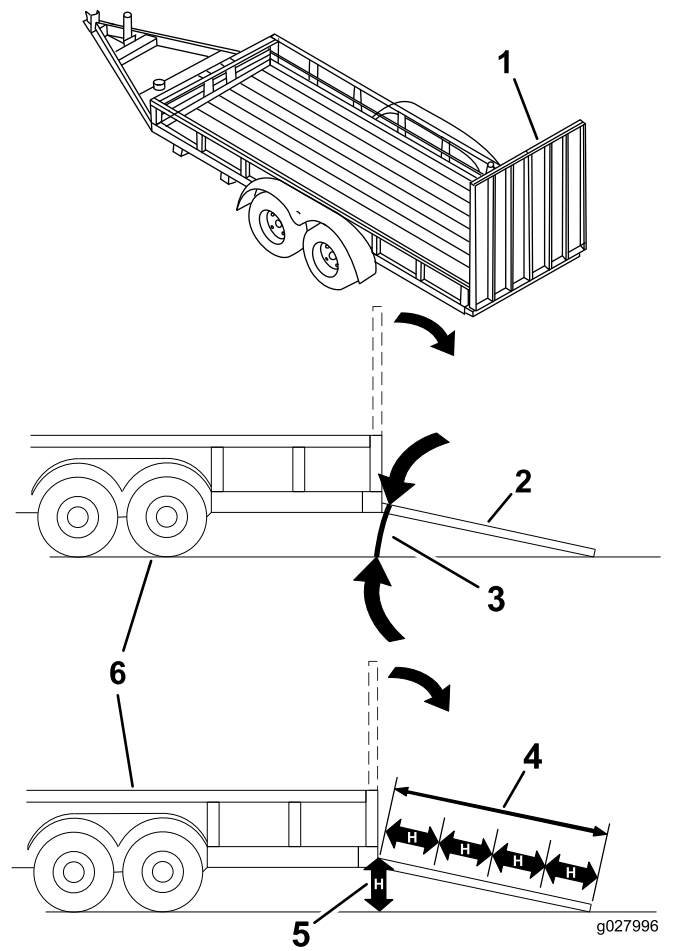

Figura 30
El cargar la máquina en un remolque o un camión aumenta la posibilidad de un vuelco y podría causar lesiones graves o la muerte (Figura 30).
3. Baje la rampa, asegurándose de que el ángulo entre la rampa y el suelo no supera los 15 grados (Figura 30).
1. Baje la rampa, asegurándose de que el ángulo entre la rampa y el suelo no supera los 15 grados (Figura 30).